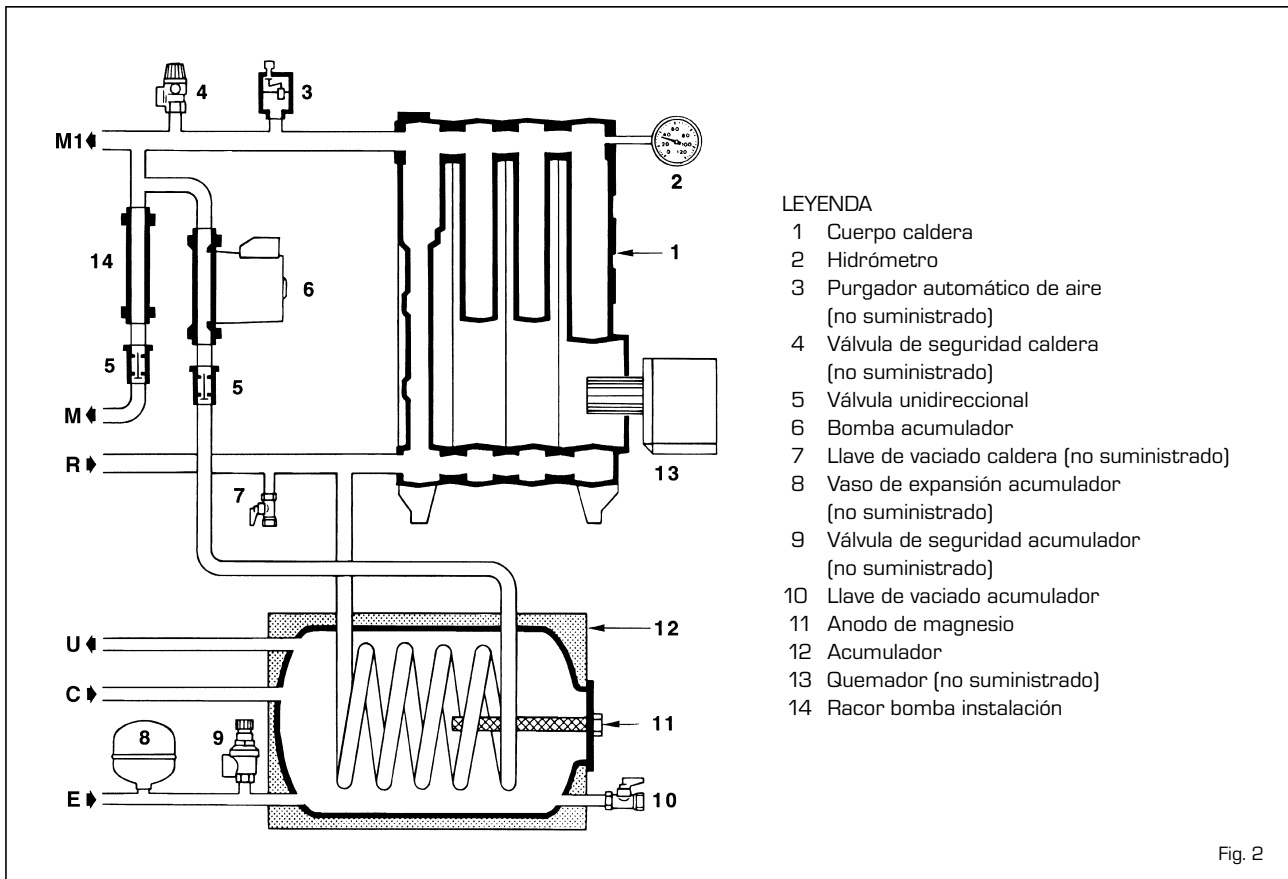

Fig. 2
ficio de 3/8" de la tubería de ida instalación un purgador automático de aire [3 fig. 2] y en el orificio de 1/2" una válvula de seguridad tarada a 3 bar [4 fig. 2].
Además instalar una válvula de seguridad tarada a 7 bar [9 fig. 2] en la tubería de entrada agua sanitaria del acumulador; para evitar que eventuales sobrepresiones lo hagan reventar. En el caso de intervenciones frecuentes de la válvula de seguridad acumulador, será necesario montar en el circuito sanitario un vaso de expansión [8 fig. 2] de 5 litros con presión máxima de servicio 8 bar.
La bomba para la calefacción, se puede instalar en la parte trasera de la caldera, en sustitución del racor de conexión [14 fig. 2].
**Para facilitar esta operación colocar la ranura del tornillo de desbloqueo de la válvula de retención, en posición horizontal (5 fig. 2).**